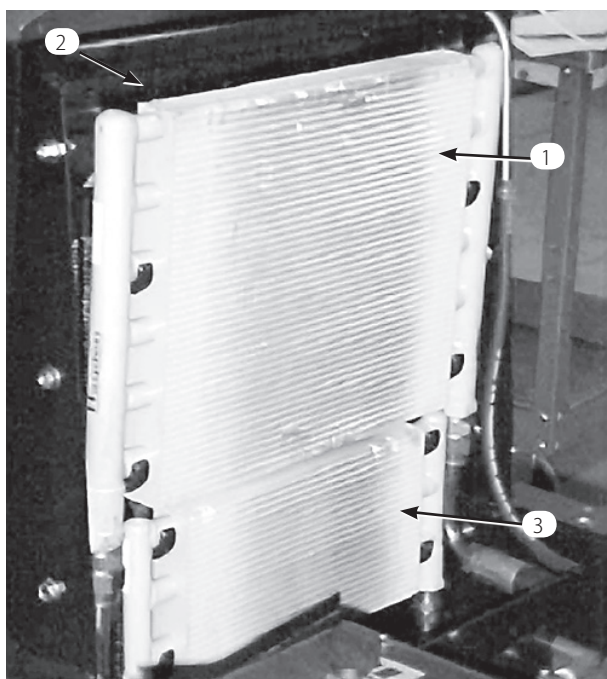

図 53
3. オイル・クーラー少し持ち上げて前に傾ける（図53）。オイル・クーラとラジエターの裏表を圧縮空気で丁寧に清掃する。オイル・クーラを元に戻す。